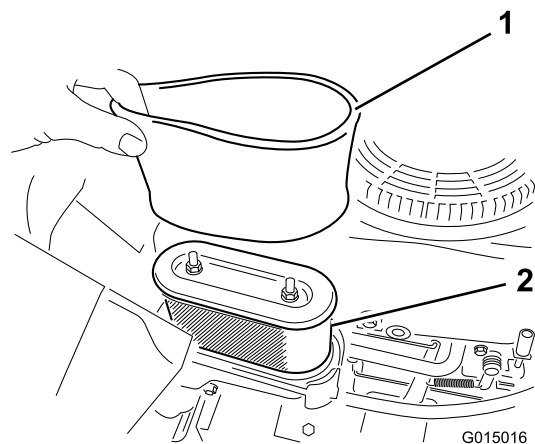

Figura 31
4. Retire cuidadosamente los elementos de gomaespuma y papel de la carcasa del limpiador de aire (Figura 31).
1. Instale el filtro de gomaespuma sobre el filtro de papel (Figura 31).